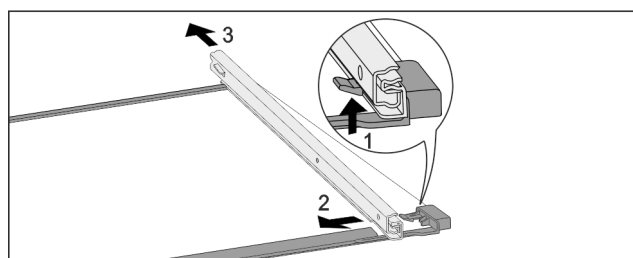

Fig. 149 Skleněná deska s kolejničkami
- ▶ Přední aretační háček zatlačte nahoru. Fig. 149 (1)
- ▶ Výsuvnou kolejničku vysuňte stranou Fig. 149 (2) a dozadu Fig. 149 (3).